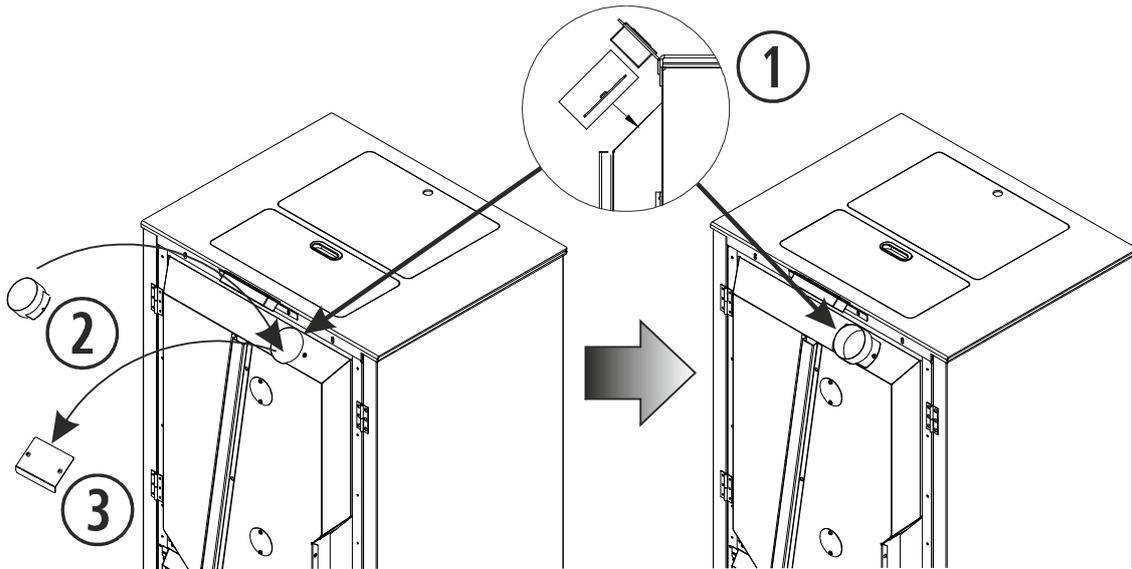

Figura 13
4.10. Retiramos la tapa para conexión de las tolvas externas (③) y colocamos el tubo de conexión de la tolva anexa (②) a la tolva de la caldera según la *figura 13*, de tal forma que la parte más larga de dicho tubo quede hacia el exterior. En la vista detalle (①) de la *figura 13* se aprecia el modo de colocar la conexión de la tolva anexa
- 7.4.** Verifique que el embudo de conexión de la tolva anexa, está colocado correctamente. La parte larga del embudo debe estar hacia el exterior. Ver *figura 13*.